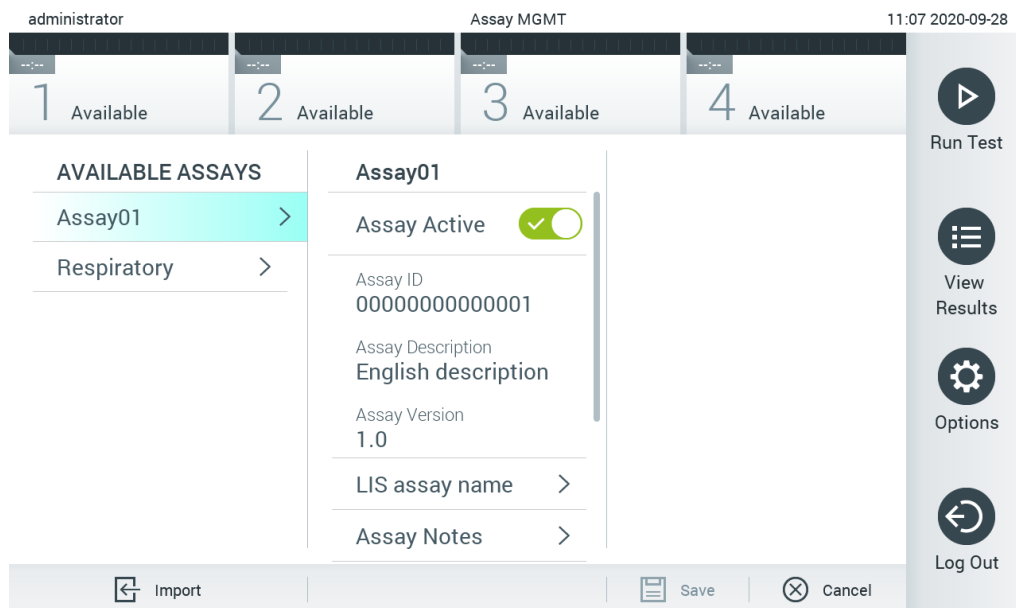

図 67. アッセイをアクティブ化。
7. Assay Active（アッセイアクティブ）を選択するとこのアッセイがアクティブになります（図 67）。